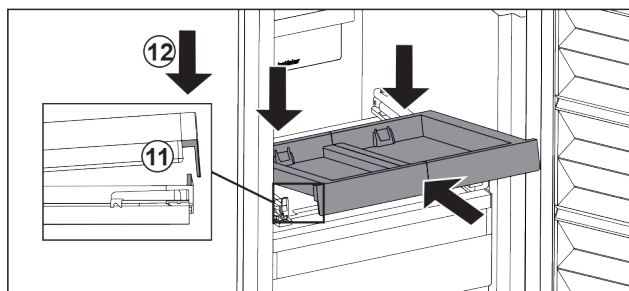

Fig. 104
- ▶ Skjut in i vinkel. Kontrollera att stoppet befinner sig på båda sidorna bakom fliken. Fig. 104 (11)
- ▶ Sätt ned utdragshyllan fram till. Fig. 104 (12)